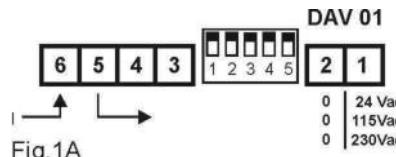
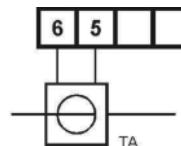

Fig. 1A
Fig. 1B
- Quando è impiegato come amperometro eseguire i collegamenti di Fig. 1A per l'inserzione diretta (5 o 10A di fondo scala), oppure di Fig. 1B quando è usato un TA/5. In TAB.A sono riportate le indicazioni per programmare il dip switch del fondo scala ed il dip switch della virgola.
When the device works as ammeter, the wirings showed in Fig.1A have to be made for the direct insertion (5 or 10A full scale) or the wirings showed in Fig. 1B when it is applied in connection with a CT/5. The TAB.A shows the instructions to be followed to programme the full scale dip switch and the decimal point dip switch.